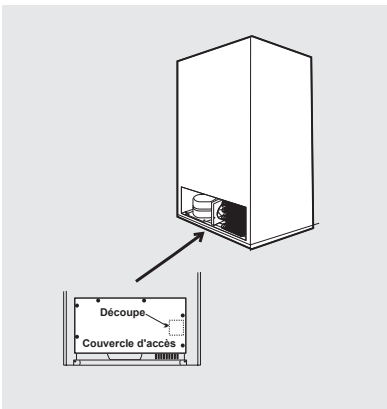

figure 2
6. Retirez les vis qui fixent le couvercle d'accès au cabinet (condenseurs intérieurs seulement – voir la figure 2).